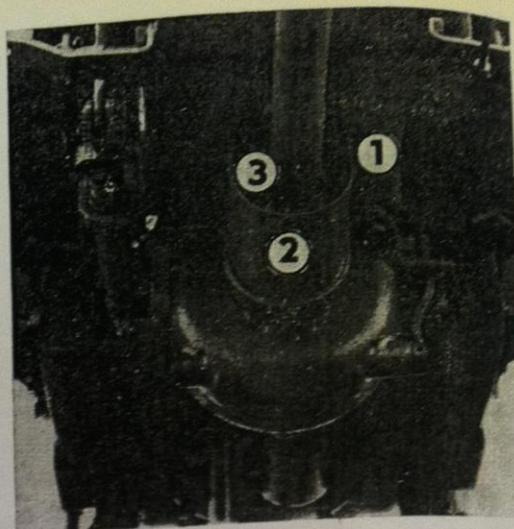

Fig. 163
1. Dévisser les deux écrous M 6 (fig. 163/1) du couvercle de croisillon et déposer le couvercle (fig. 163/2) même avec la cale (fig. 163/3).